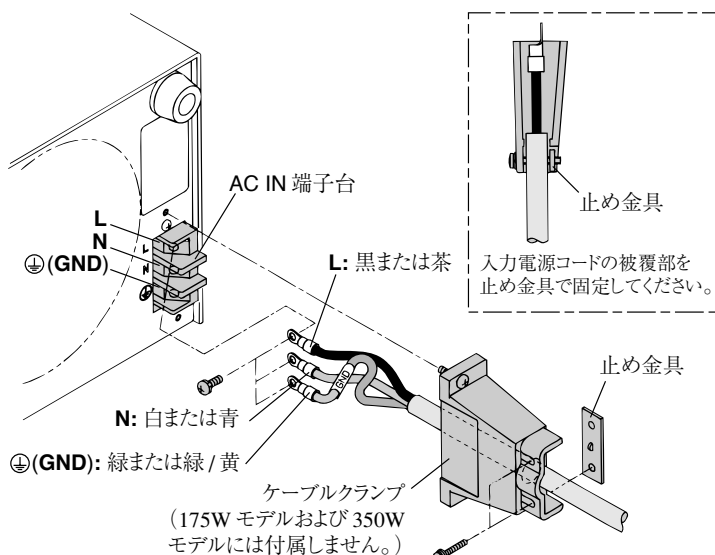

図 1-10 入力電源コードの接続
1. 図 1-10 のように AC IN 端子台に付属の入力電源コードを接続します。
・図 1-10 は 700W モデルの接続を示していますが、1000W モデルも同様です。
**注意** ・本機の内部では、入力端子に合わせて入力ヒューズなどの保護回路が接続されています。プラグを取り付けるときは図 1-10 を参照して、必ず電線の色とプラグの端子（L、N および ⊕（GND））を合わせて確実に接続してください（専門技術者が行ってください）。